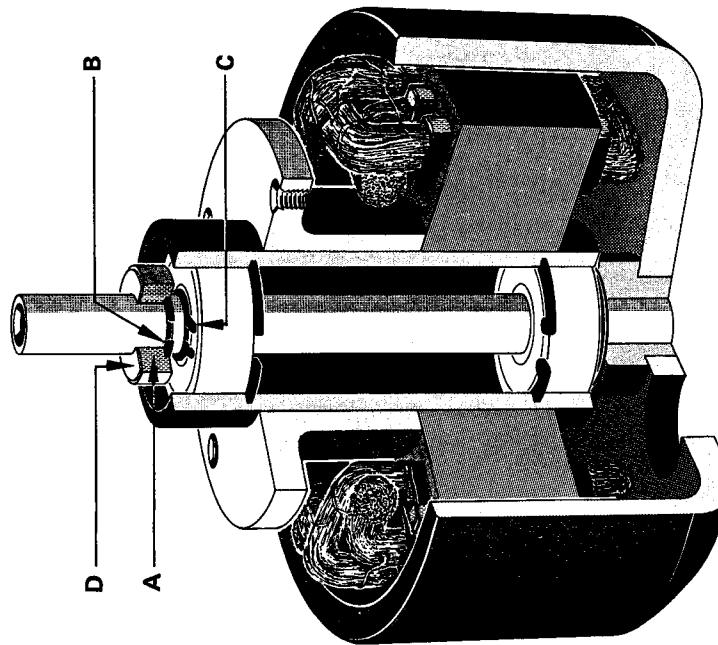

Bild 4.5.-27
- 4.5. Ton - Motor (mit Kugellager) Bild 4.5.-26
Alle Lager sind für ihre Lebensdauer geschmiert und bedürfen normalerweise keiner Wartung. Die Kugellager sind bei Störungen durch Originallager zu ersetzen. Beim Austausch einer Ton-Welle ist der obere Filz des Sinter-Lagers D (Bild 4.5.-26.) durch einiges Tropfen MOBIL DTE extra heavy zu schmieren.